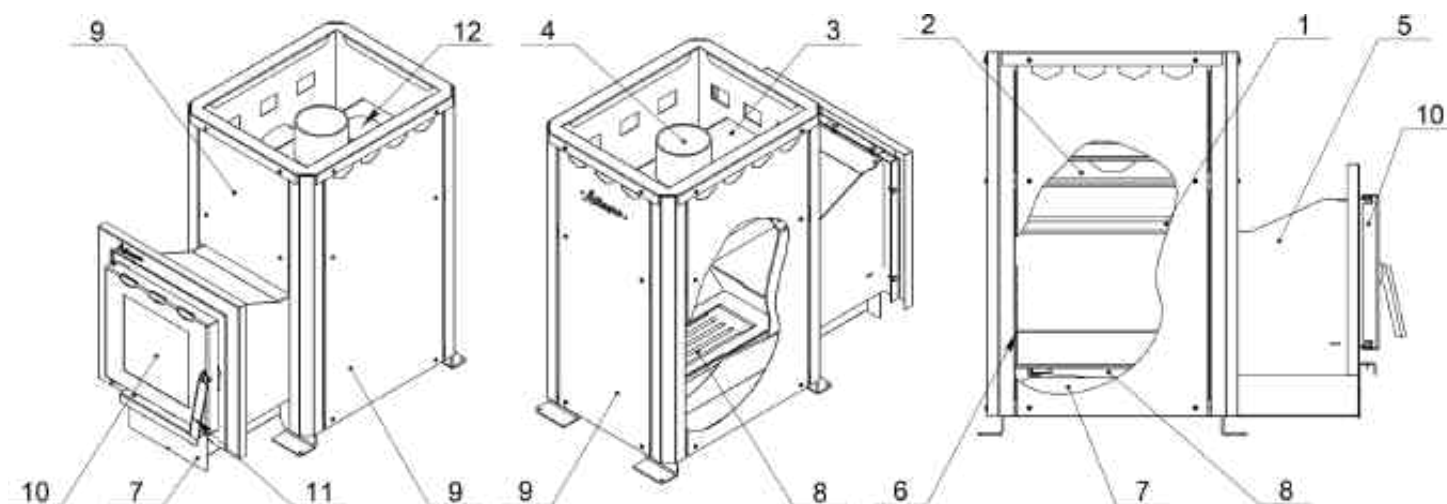

Рис. 1 Устройство печи ALLEGRO
Конструкция печи состоит из следующих узлов: топка, открытая каменка, конвекционные панели (рис.1 поз.9), удлиненный топливный канал (рис.1 поз.5), загрузочная дверца (рис.1 поз.10), чугунный колосник (рис.1 поз.8) и выдвижной зольный ящик (рис.1 поз.7).
Для удобства прочистки, на верхней части каменки расположен прочистной лючок (рис.1 поз.12).
В верхней части камеры сгорания расположены горизонтальные отбойники пламени (рис.1 поз.2), которые направляют газопламенный поток в область вторичного дожигания, а затем в дымовой коллектор для более интенсивного прогрева камней. Размер камеры позволяет полностью обеспечить сгорание летучих углеводородов, выделяющихся при горении дров в размере 35-56 % от общего весового состава топлива.
Вторичный воздух в камеру сгорания подается через канал вторичного воздуха (рис.1 поз.6), который одновременно защищает заднюю стенку печи от перегрева.
Снизу расположен чугунный колосник – воздухоподогреватель (рис.1 поз.8), который увеличивает эффективность горения, нагревая входящий воздушный поток до 130 — 1500С.
Печь оснащена удлиненным топливным каналом (рис. 1 поз.5), что позволяет топить ее из смежного помещения. Печь комплектуется обычной дверцей и дверцей с жаропрочным стеклом (S) (рис. 1 поз.10). Дверца с жаропрочным стеклом, создает отличную обзорность горящего в топке пламени.
Вокруг камеры печи расположены конвекционные панели (рис.1 поз.9), ускоряющие прогрев парного помещения. Передняя и задняя панели окрашены термостойкой кремнийорганической краской, что защищает их от агрессивных факторов внешней среды. Боковые панели выполнены из конструкционной стали и окрашены термостойкой кремнийорганической краской.
Печь оснащена выдвижным зольным ящиком (рис. 1 поз.7), который позволяет регулировать процесс горения и освобождать печь от золы.
Выход дымохода (рис. 1 поз.4) находится по центру печи, что позволяет легко монтировать трубу дымохода, а также установить дополнительный бак для горячей воды емкостью до 70 литров.